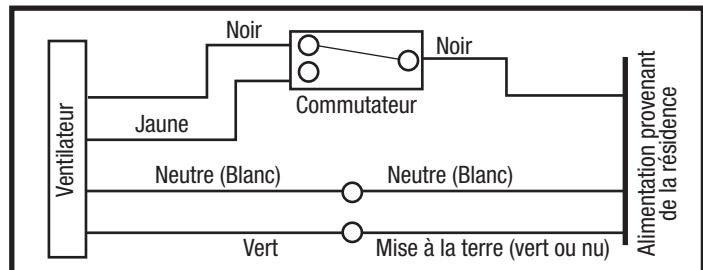

Figure 9
- 3b. À partir de l'endroit où vous avez choisi d'accéder à la boîte de jonction du ventilateur, connectez le fil blanc de la maison au fil blanc du ventilateur. Connectez le fil de la position automatique sur l'interrupteur mural au fil noir du ventilateur, connectez le fil de la position manuelle sur l'interrupteur au fil jaune du ventilateur. Connectez le fil de terre de la maison au fil vert du boîtier du ventilateur (**Figure 9**). Utiliser des méthodes approuvées pour toutes les connexions.